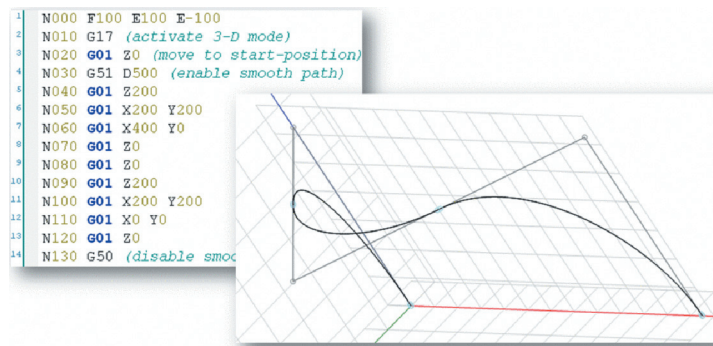

Рис. 3. ◀
- CODESYS SoftMotion (рис. 3) дает возможность использовать стандартный интерфейс разработки IEC 61131-3 для планирования одно- или многоосевых перемещений вплоть до построения кривых (вместе с логическим приложением);